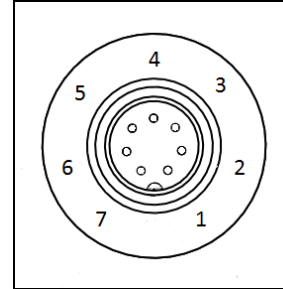

Abbildung 10: Gerätestecker (Außenansicht)
- Beachten Sie die Pin-Belegung des Steckers (siehe **Abbildung 10**).